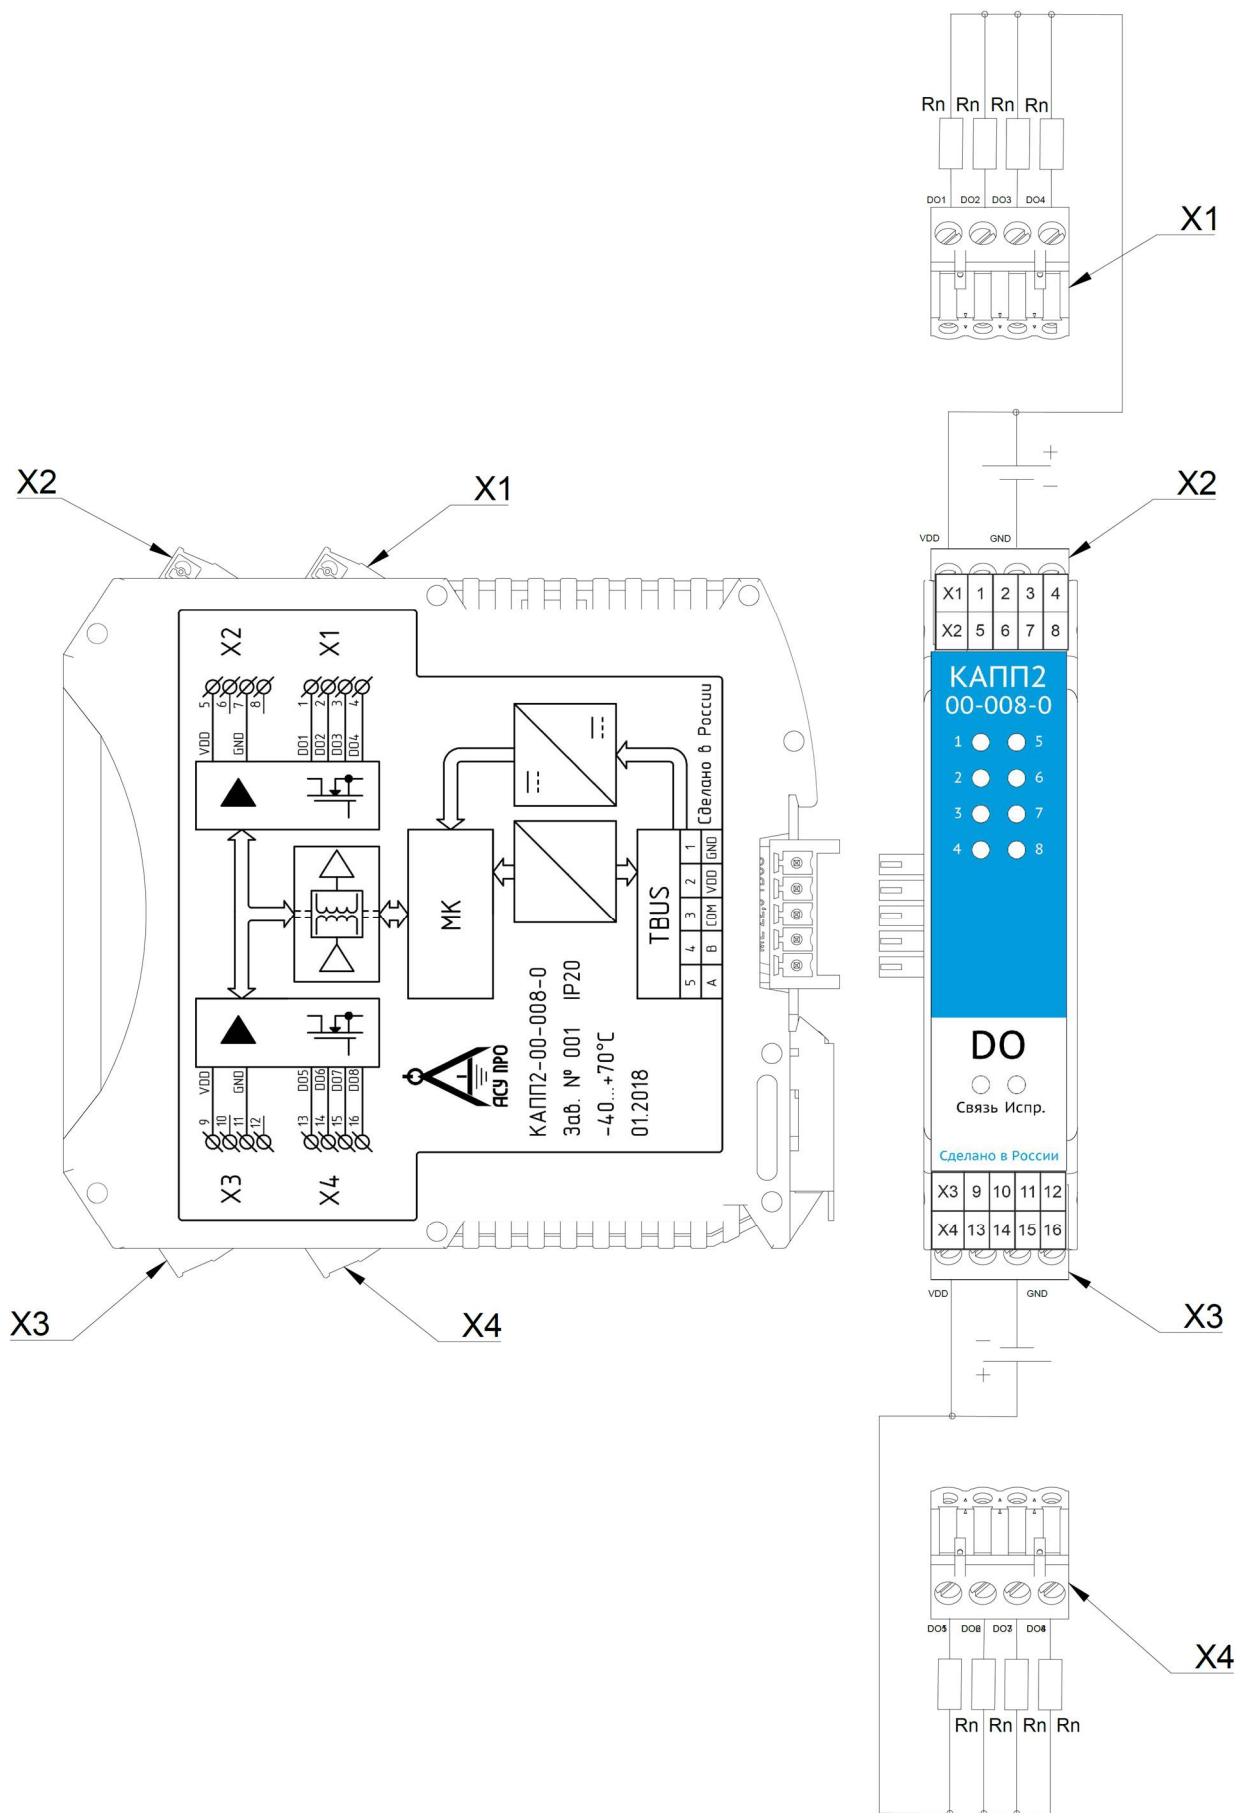

Рисунок 2 – Схема соединений модуля КАПП2-00-008-0
2.2.2.1 Питание модуля следует осуществлять от локального блока питания подходящей мощности, установленного совместно с модулем в шкафу электрооборудования. Во внешней цепи блока питания рекомендуется установить выключатель, обеспечивающий отключение модуля от сети. Подключение питания осуществляется через шину TBUS (см. рисунок 2).